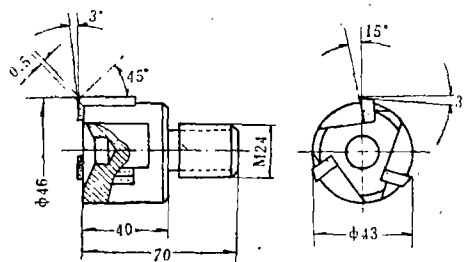

图6 铣刀
2.使用条件 铣刀外径为46毫米,转数640~930转/分,切削速度90~130米/分,走刀量70~100毫米,吃刀深度11毫米。铣刀结构如图6。刀体上镶焊有三片YT15硬质合金。